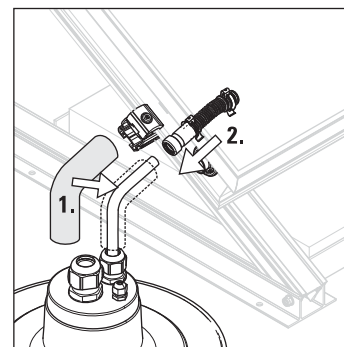

Fig. 3-26 Enfoncez les accessoires de raccord sur les connexions
6. Glissez la gaine d'isolation thermique refoulée (HT-Armaflex) sur les accessoires de raccord (étape 1 dans la fig. 3-26).
7. Fichez les raccords enclenchables des coudés de raccordement de capteur sur la conduite d'alimentation (en haut du capteur / VA 15 Solar) et de retour (en bas du capteur / VA 18 Solar) (étape 2 sur la fig. 3-26).